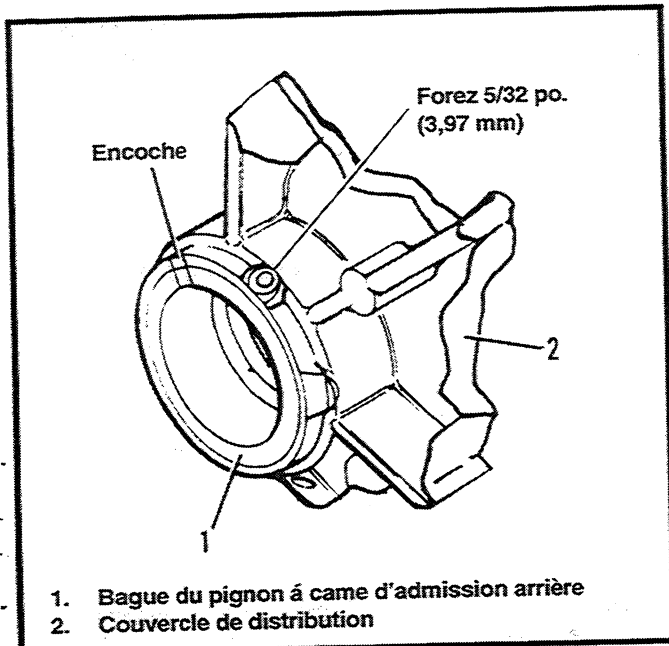

Figure 3-55. Bague du pignon à came d'admission arrière installée dans le couvercle de distribution
2. Voir Figure 3-55. Placez la bague (1) sur l'alésage du couvercle (2) le bord à chanfrein en bas et l'encoche en haut. Alignez l'encoche de la bague avec celle du couvercle. Enfoncez la bague jusqu'à ce qu'elle soit de niveau avec le bombement du couvercle.